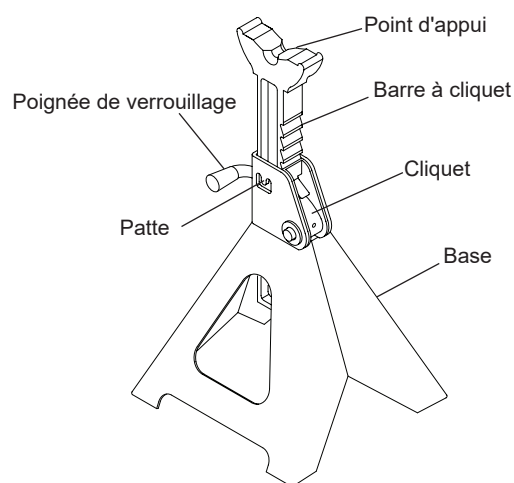

Figure 1 : Pièces d'une béquille de cric typique
6. Le verrouillage de la barre à cliquet et de l'encliquetage se fait en pliant la patte (figure 1) vers l'intérieur à l'aide d'un marteau et d'un poinçon adéquats. La barre ne se déplacera pas de façon inattendue.